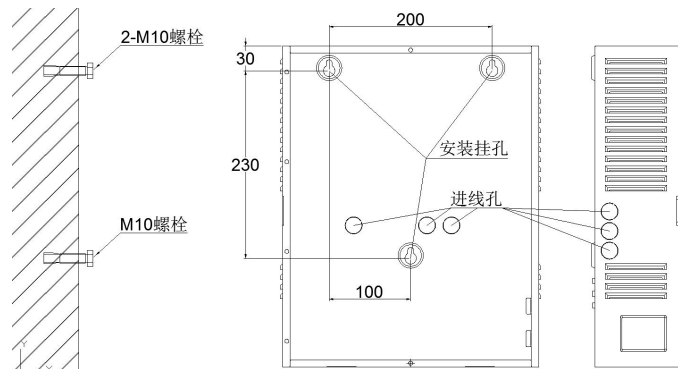

图 1 电源安装示意图 (单位：mm)
- 电源箱采用壁挂式安装，其安装示意图如图 1 所示。安装时机箱左右两侧防雨窗至少各留出 100mm 空隙。
- 在需安装电源箱的墙壁相应位置处打 3 个 $\phi 14\text{mm}$ 的孔，如图 1 所示。